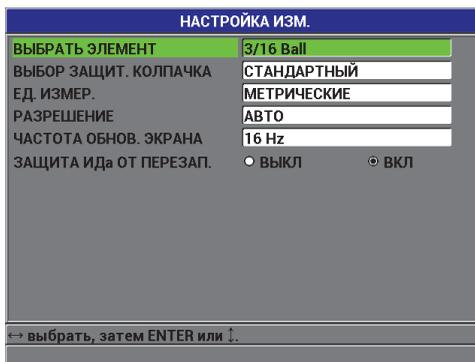

Рис. 6-1 Экран НАСТРОЙКА ИЗМЕРЕНИЯ
1. На экране измерений нажмите [SET UP], затем выберите **ИЗМЕРЕНИЕ**, чтобы открыть окно **НАСТРОЙКА ИЗМ.** (см. Рис. 6-1 на стр. 113).